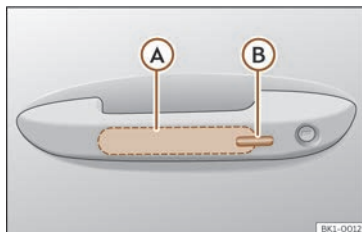

Fig. 69 Asa da porta: superficies sensoras.
>>> **fig. 69**
- Toque a superficie sensora >>> **fig. 69** **Ⓑ** situada no lado exterior da asa da porta. Todos os intermitentes escintilan unha vez.
- Antes de que transcorran 5 segundos, toque unha vez o sensor do lado exterior da asa da porta >>> **fig. 69 B**. Ao facelo, non agarre a asa. O sistema Keyless Access queda desactivado temporalmente.
Para **pechar coa función de confort** todas as fiestras eléctricas e o teito de vidro, manteña un dedo durante uns segundos sobre a superficie sensora de bloqueo >>> **fig. 69 B** da asa da porta ata que se pechen as fiestras e o teito.